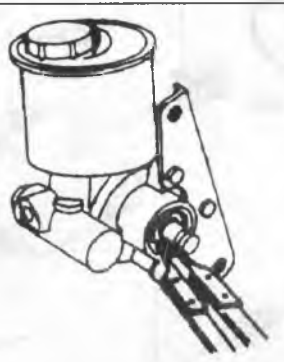

Рис. 253
2. Снимите пружинное стопорное кольцо, затем снимите вал шкива (Рис.253). Не используйте повторно пружинное стопорное кольцо.